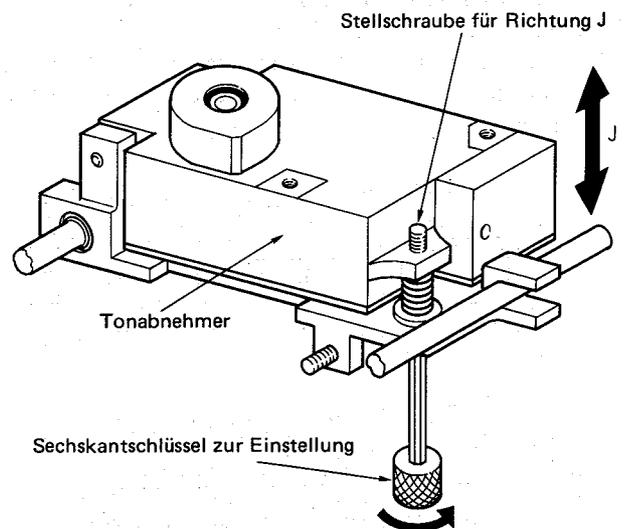

Abb. 20
- 5) Richtung J des Tonabnehmers gemäß Abbildung 20 einstellen.